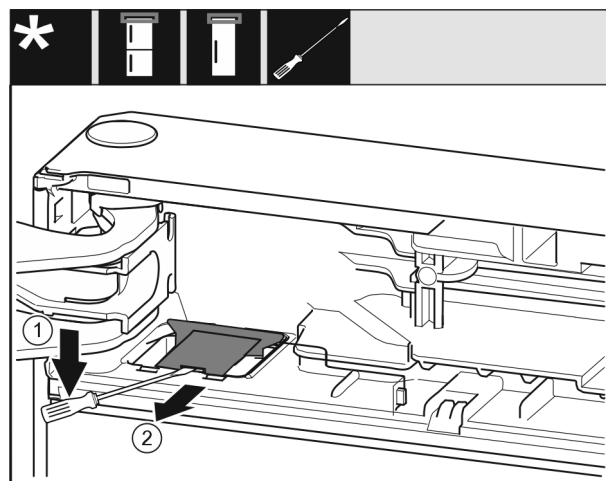

Fig. 10
► Mit einem Schlitzschraubendreher die Abdeckung ausrasten und aufheben. Fig. 10 (1)
► Abdeckung herausnehmen. Fig. 10 (2)